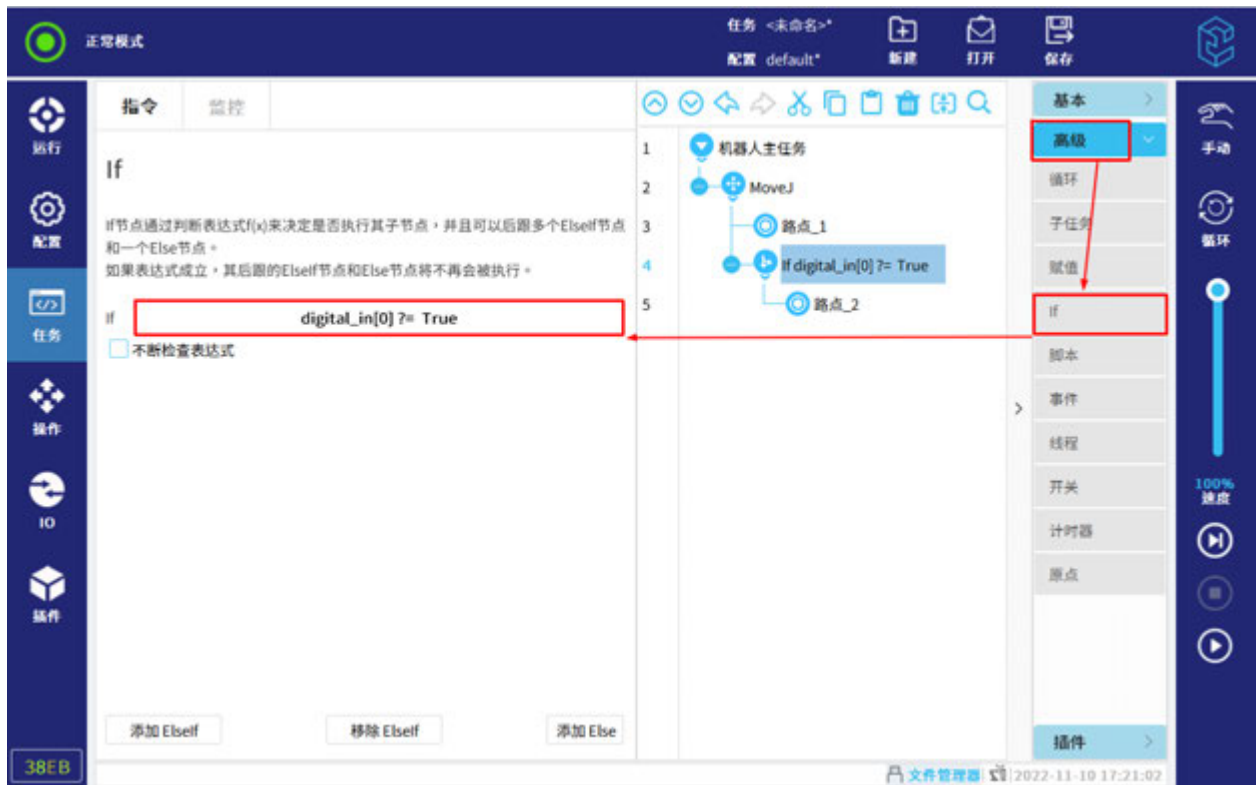

图 12-22 If
2. タスクツリーの「If」をクリックして、式を図 12-22 に示すように変更する。